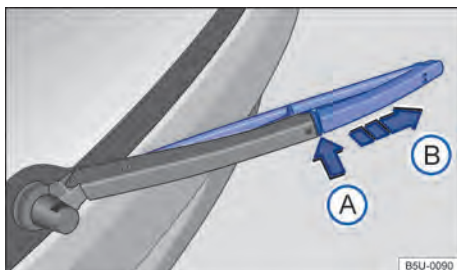

Fig. 174 Substituir a palheta do limpador do vidro traseiro.
- Manter o botão de destravamento → Fig. 174 ① pressionado.
- Retirar a palheta do limpador do vidro traseiro no sentido da seta ②.